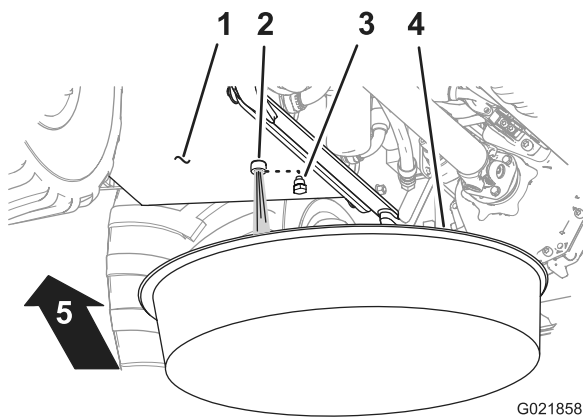

Рисунок 90
- Снимите сливную пробку с бака гидросистемы (расположенную под баком) и слейте жидкость из бака (Рисунок 90).
- Установите сливную пробку (Рисунок 90).